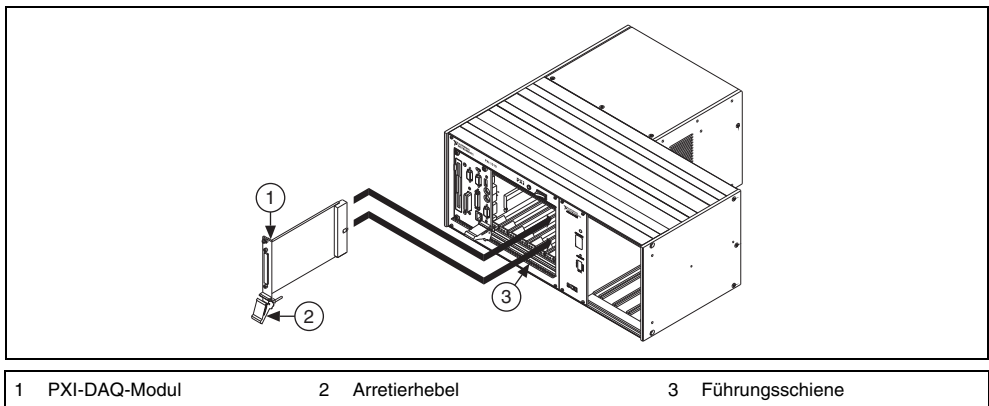

Abbildung 5. Einstecken eines PXI-Moduls in ein leeres Chassis
2. Führen Sie das Modul wie in Abbildung 5 in die Führungsschienen ein.